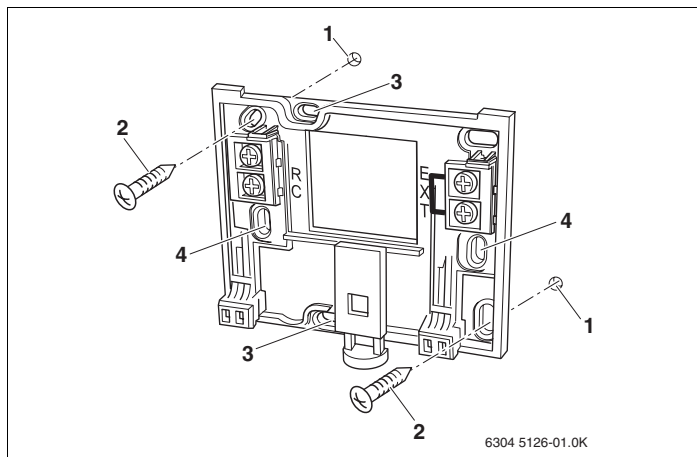

Рис. 3 Крепление монтажной панели на штукатурку
- Просверлите два отверстия в размеченных местах в стене, для чего используйте монтажную панель в качестве шаблона (рис. 3).
- Вставьте входящие в поставку дюбели в просверленные отверстия (рис. 3, **поз. 1**).
- Закрепите монтажную панель винтами (рис. 3, **поз. 2**), входящими в поставку.
При монтаже в подштукатурную коробку можно использовать вертикальные и горизонтальные отверстия (рис. 3, **поз. 3** и **поз. 4**).